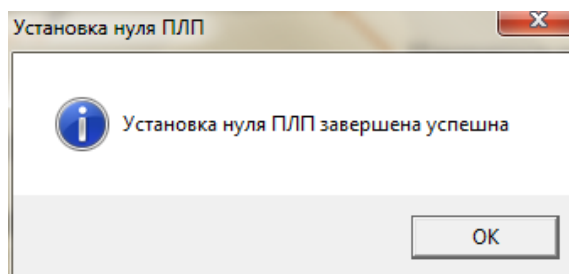

Рисунок 2.8 – сообщение об успешной установке “0”
- При успешном исходе появится сообщение (рис. 2.8).